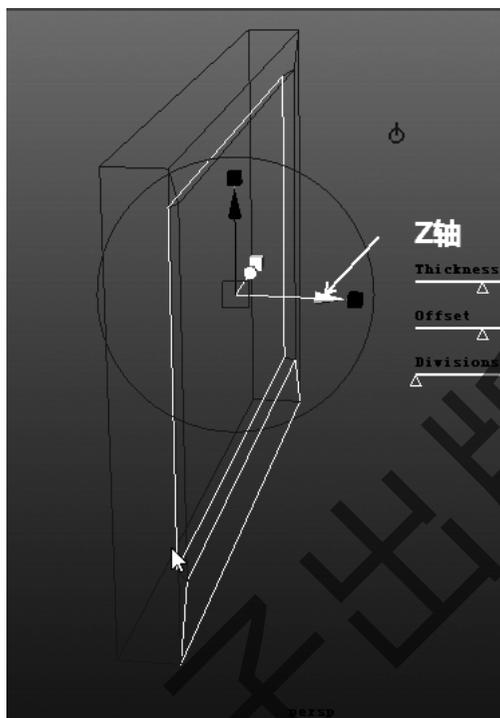

图 4-25 第二次挤压面
Step 4:接着对这个面进行第二次挤出命令操作,这一次沿 Z 轴挤压一小块距离,这样液晶屏幕部分就出现了,如图 4-25 所示。